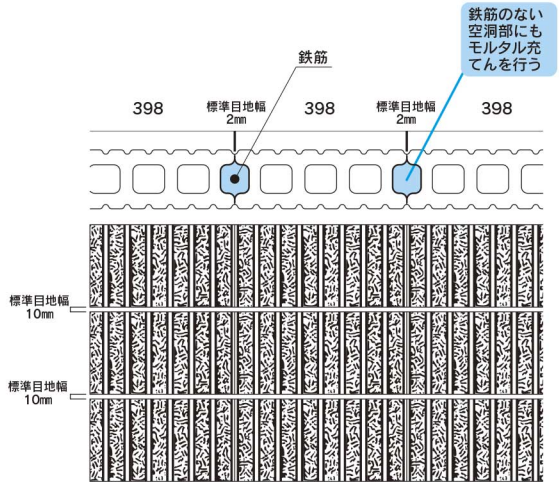

図3-2-11 ブロック接合部へのモルタル充てん
- ・ブロックへのモルタル充てんは確実に行ってください(図3-2-11)。
- ・鉄筋の入る空洞部だけでなく、鉄筋の入らないブロックとブロックの接合部、および基本形横筋や横筋ブロックの横筋用えぐり部にも、必ずモルタルを充てんしてください(図3-2-11)(図3-2-14)。